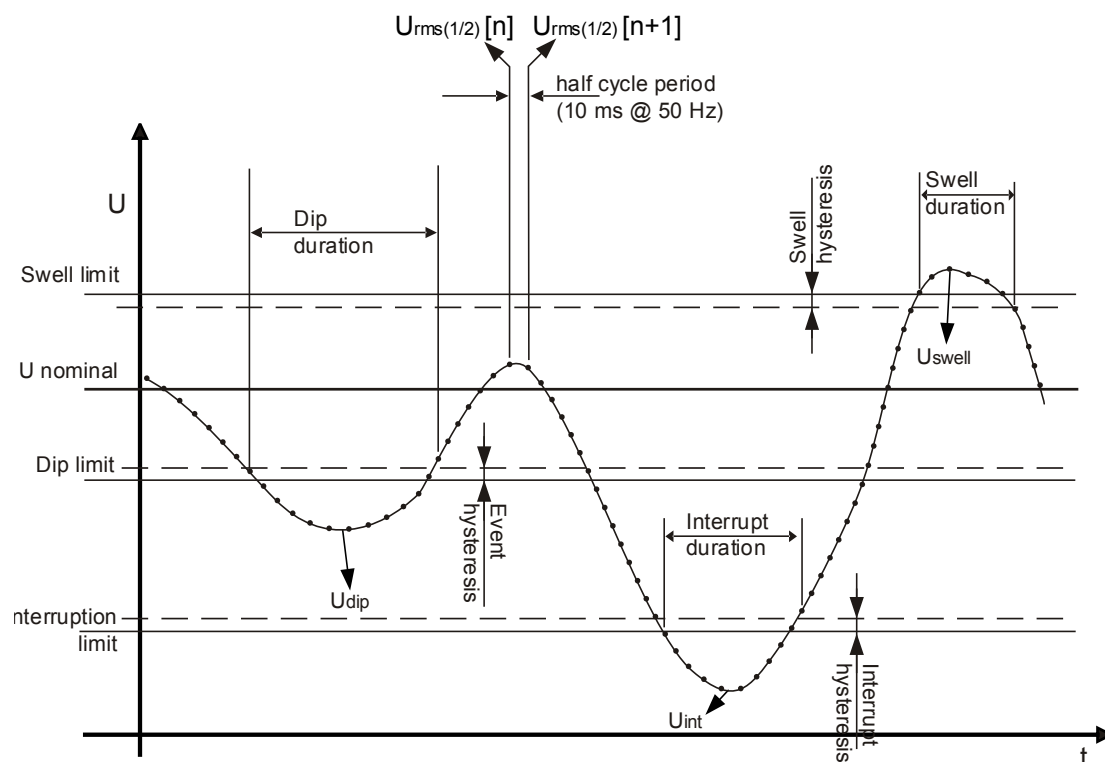

Figura 5.10: Definición de los eventos de tensión
- En sistemas monofásicos (Tipo de conexión: 1W), una caída de tensión empieza cuando la tensión $U_{Rms(1/2)}$ cae por debajo del umbral de caída de tensión y termina cuando la tensión $U_{Rms(1/2)}$ es igual o superior al umbral más la tensión de histéresis (vea Figura 5.10 y Figura 5.9),
- En sistemas monofásicos (Tipo de conexión: 1W), una sobretensión empieza cuando la tensión $U_{Rms(1/2)}$ sube por encima del umbral de sobretensión y termina cuando la tensión de $U_{Rms(1/2)}$ es igual o inferior al umbral más la tensión de histéresis (vea Figura 5.10 y Figura 5.9).
- En sistemas monofásicos (1W), una interrupción de tensión empieza cuando la tensión $U_{Rms(1/2)}$ cae por debajo del umbral de caída de tensión y termina cuando la tensión de $U_{Rms(1/2)}$ es igual o superior al umbral más la histéresis (vea *Figura 5.10* y *Figura 5.9*),